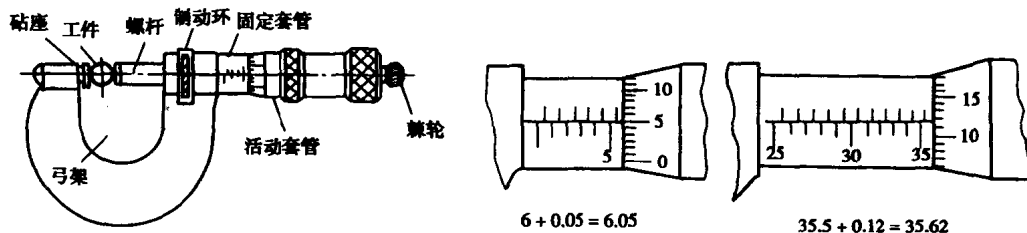

图 0-3 千分尺及读数
(7)千分尺 有内径千分尺和外径千分尺两种,分别测量零件的内径和外径。常用的千分尺有 0~25mm、25~50mm、50~75mm、75~100mm、100~125mm 等几种,其精度可达 0.01mm。使用千分尺前应检查有无误差,检查方法是旋转棘轮,当两个砧端靠拢时(此时棘轮发出“咔咔”的声响),活动套管的前端应与固定套管的“0”线对齐,同时活动套管的“0”线还应与固定套管的基线对齐,如有误差,就需进行调整。测量时,千分尺螺杆轴线应与工件中心线垂直或平行,不能歪斜;砧端应清洁,接触工件表面时,棘轮发出咔咔的响声,这时的读数就是工件的尺寸(如图 0-3 所示)。千分尺使用后应擦拭干净,保持清洁,并涂以凡士林装盒保存。